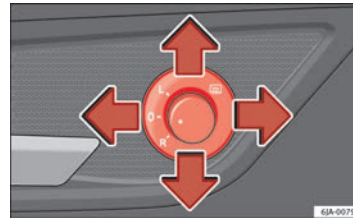

Abb. 69 Türnnteil:
- Stellen Sie den Drehknopf in die Position ☀ ⇒ Abb. 69.
- Stellen Sie den Drehknopf in die Position **L** ⇒ Abb. 69. Die Spiegelflächenbewegung ist mit der Bewegung des Drehknopfes identisch.
- Stellen Sie den Drehknopf in die Position **R** ⇒ Abb. 69. Die Spiegelflächenbewegung ist mit der Bewegung des Drehknopfes identisch. ▶